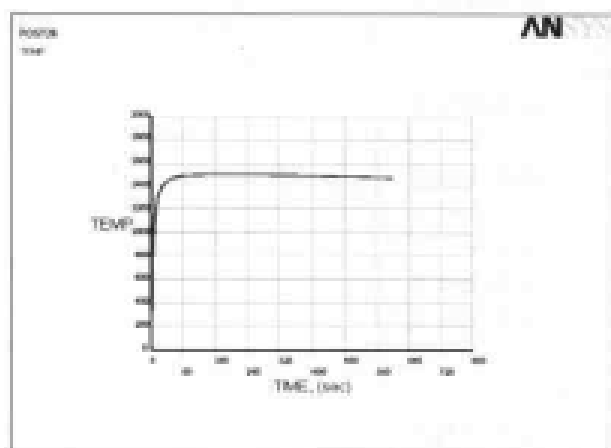

图 12-68 C 点温度随时间的变化关系曲线
(38) 选择 Main Menu | TimeHist Postpro | Graph Variables 命令, 出现 Graph Time-History Variables 对话框, 在文本框中输入 4, 单击 OK 按钮, ANSYS 显示窗口将显示 C 点温度随时间的变化关系曲线图, 如图 12-68 所示。